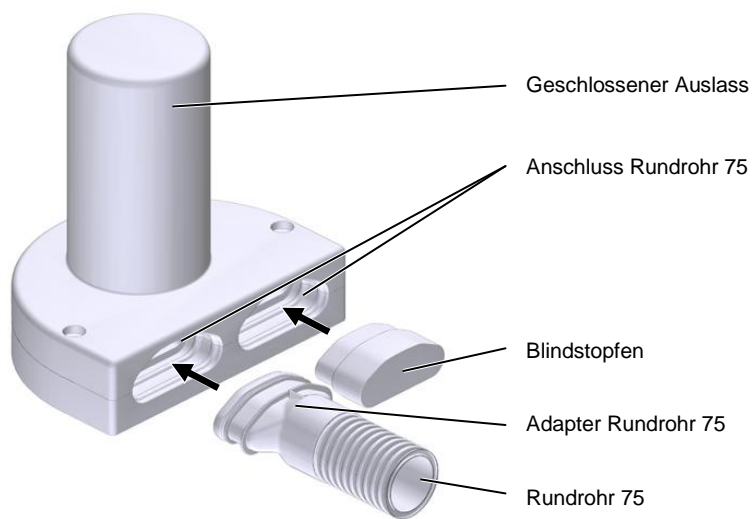

Abb. 15 Abluftelement
- Verschließen Sie bei Verwendung mit nur einem Rundrohr den zweiten Anschluss mit einem Blindstopfen (siehe Abb. 15).